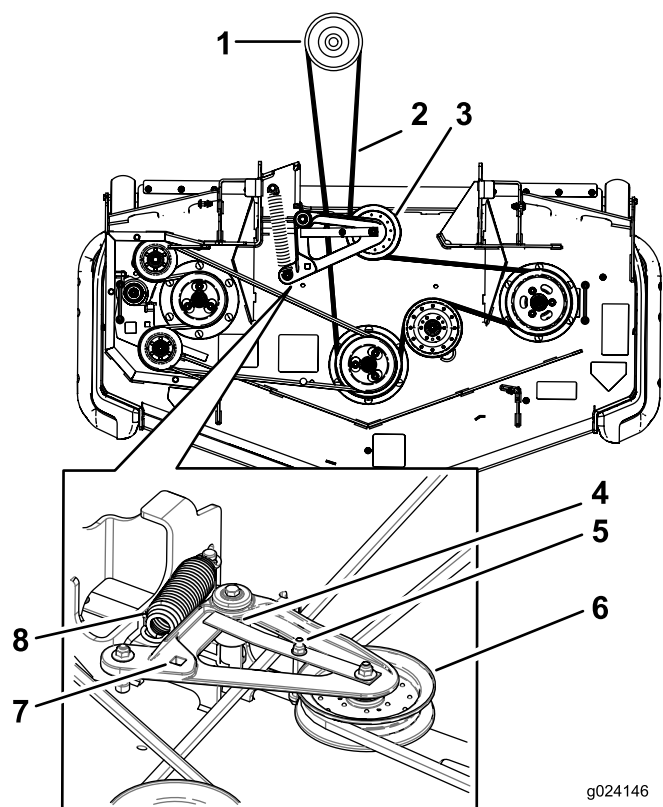

Figura 98
- Levante la chapa de suelo e introduzca una llave dinamométrica en el taladro cuadrado del brazo tensor de la carcasa (Figura 98).
- Gire cuidadosamente el brazo tensor de la carcasa de corte en sentido horario, levante la pestaña de la guía de la correa y retire la correa de la carcasa de corte del embrague (Figura 98).